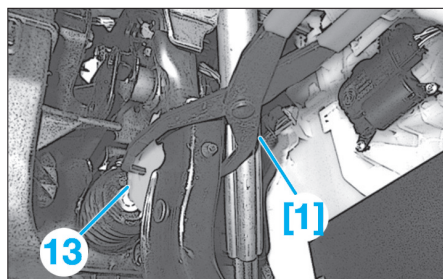

Fig. 10
- [1]. Pince (ref. 2000 01 0500) (Fig.10).
- les vis de fixation (11),
- la plaque de renfort de la planche de bord (12).
- A l'aide de l'outil [1], appuyer sur les pattes de retenue (13) et déboîter la tige de poussée du servofrein (Fig.10).